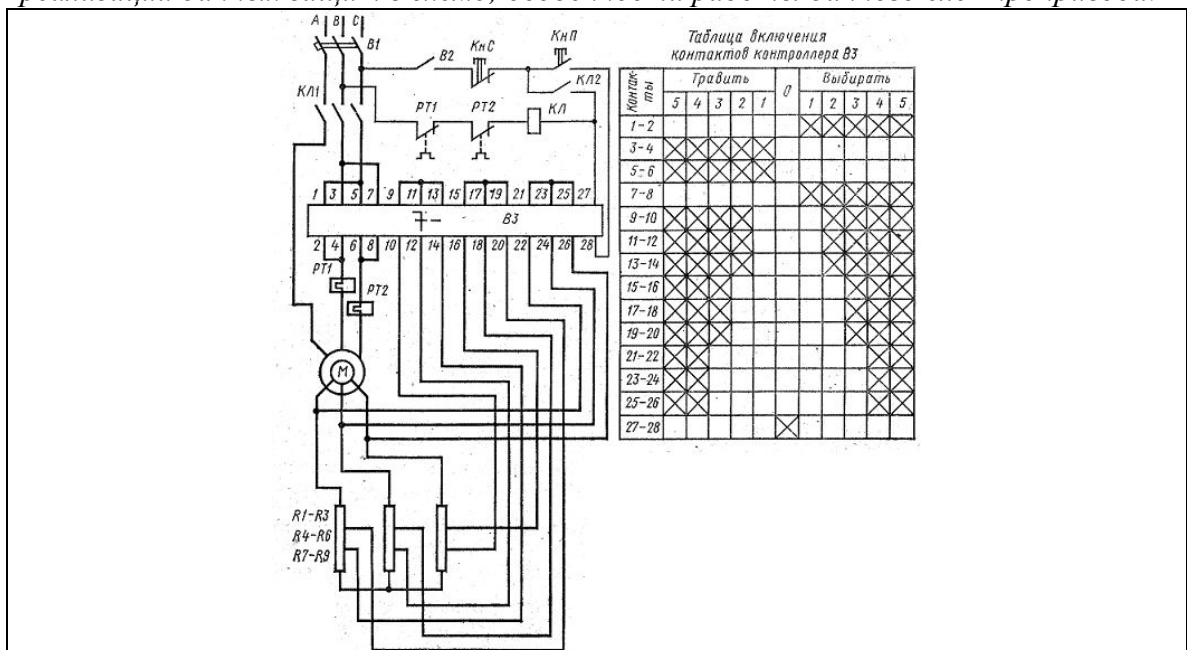

Рис. 1
1. Указать элементы электрической принципиальной схемы (рис. 1), объяснить процесс пуска электродвигателя; возможности регулирования частоты вращения; способы электрического торможения, примененные в схеме; виды защит и способы реализации данных защит в схеме; особенности работы данного электропривода.